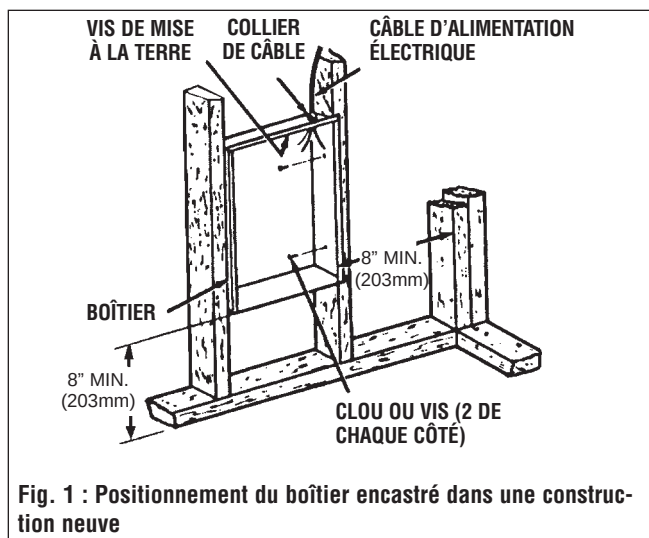

Fig. 1 : Positionnement du boîtier encastré dans une construction neuve
- Fixation du boîtier mural (voir la figure 1)
- Bloquer le boîtier en position avec des vis à bois ou des clous conformément à la figure 1.
- Câblage de l'alimentation électrique (voir la figure 1)